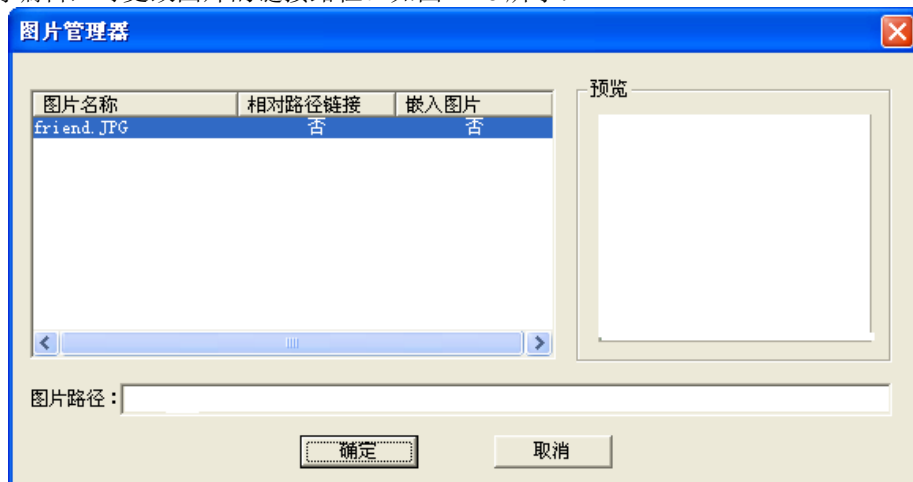

图 7-26 图片管理器
(3) 单击【幅面】菜单，选择【背景设置】命令中的【删除背景图片】，则背景图片被删除。
(4) 单击【幅面】菜单，选择【背景设置】命令中的【图片管理器】，对已插入的图片进行编辑，可更改图片的链接路径。如图 7-26 所示：